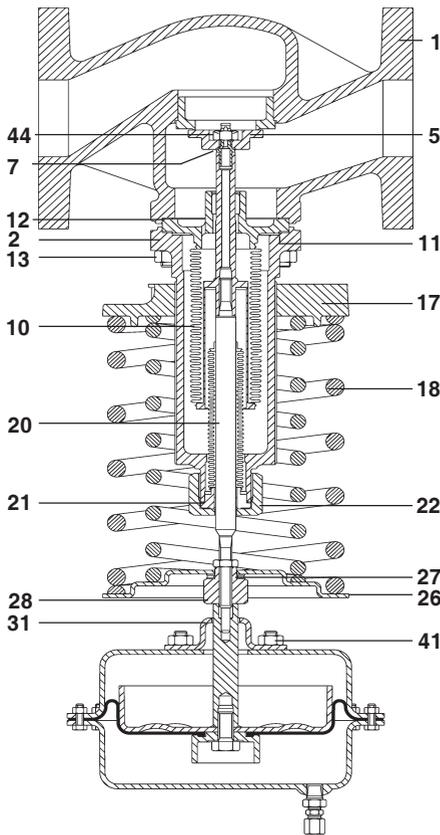

Fig. 10 - DN65 ÷ 100
- Ruotare il piattello spingimolla (17) per scaricare completamente la/le molla/e di regolazione (18).
- Staccare la tubazione del segnale di pressione a valle. Svitare i dadi di montaggio dell'attuatore (41) e separare l'attuatore dalla valvola.
- Svitare e togliere i dadi delle colonne di sostegno (16) e togliere la staffa di montaggio (31). Tenendo il controdado (25), svitare completamente e togliere il dado di taratura (28), il gruppo cuscinetto a rulli (27), il contropiattello di supporto (29), il piattello di supporto molla (26), il controdado (25), e la/le molla/e (18), come già descritto nel paragrafo 4.4.2.
4.4.4 Come sostituire il gruppo soffietto di bilanciamento (Fig. 10)